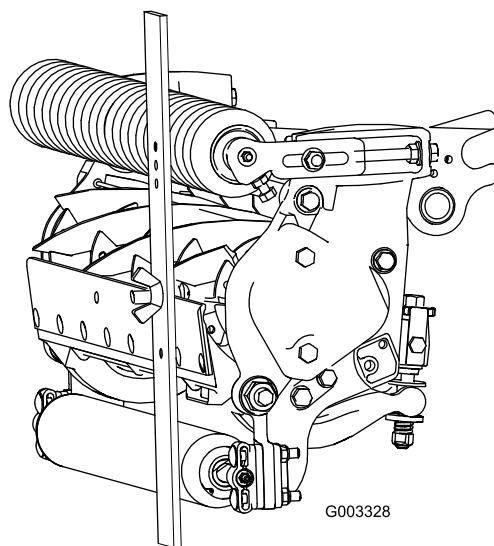

Figura 25
4. Agganciate la testa della vite sul tagliente della controlama e appoggiate l'estremità posteriore della barra sul rullo posteriore (Figura 25).
5. Ruotate la vite di regolazione finché il rullo anteriore non toccherà la barra di riferimento (Figura 25). Regolate entrambe le estremità del rullo finché l'intero rullo non è parallelo alla controlama.